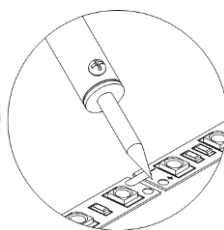

Рисунок 4.
5.4. Если необходимо соединить два отрезка ленты, следует совместить их и припаять перемычками соответствующие контактные площадки (необходимо соблюдать полярность «+» и «-» или цветовые маркировки площадок) (см. Рисунок 4). При этом запрещается перегреть саму ленту и светодиоды (пайка паяльником при температуре не более 260°C, время пайки не должно превышать 10 секунд).